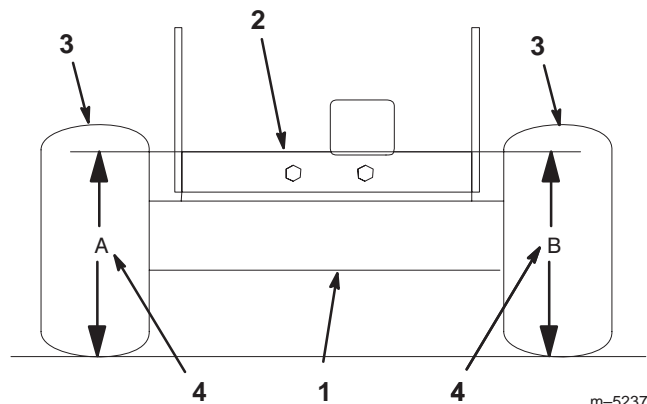

Figure 46
3. Mesurez la hauteur du plancher moteur au point "A" (Fig. 46).
4. Mesurez la hauteur du plancher moteur au point "B" (Fig. 46).